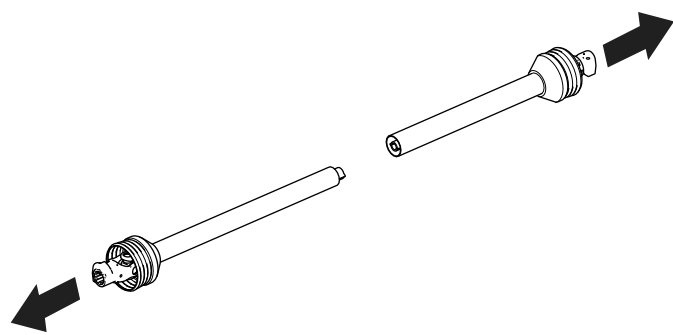

Figura 11
3. Separe las secciones del árbol de la TDF (Figura 11).